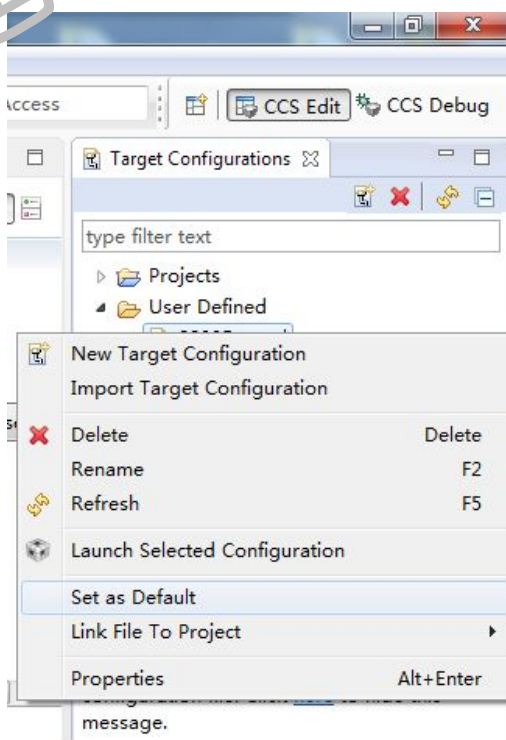

图 3-1-5
- 在 Target configuration 中，将刚刚建立的 Texas Instruments XDS100 v2 USB Emulator 设置为默认状态；其操作步骤如下图 3-1-5 所示：